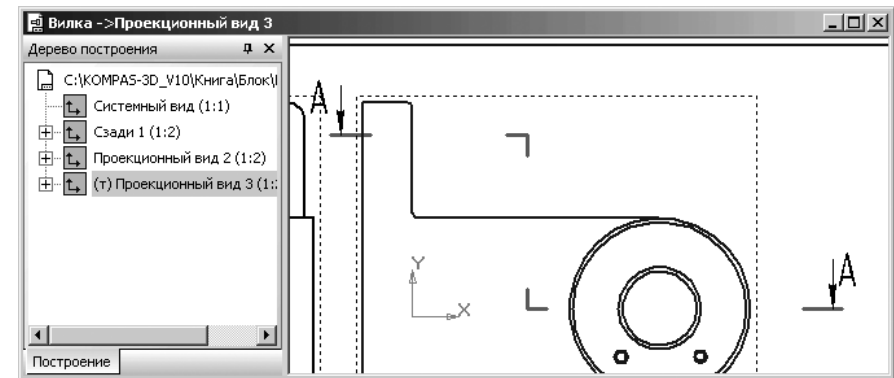

Рис. 3.13. Всплывающее меню пункта **Сечение**
- **Сечение** вызывает всплывающее меню, показанное на рис. 3.13;